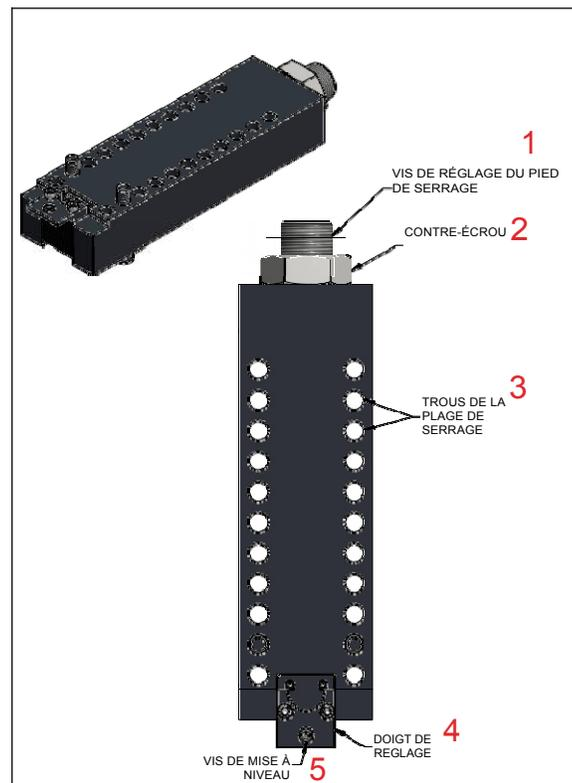

FIGURE 3-5. COMPOSANTS DES PIEDS DE SERRAGE DE LA FF2400
2. Si le diamètre de la pièce usinée est inférieur à 24,5 po (62,2 mm), attacher les pattes de fixation au pied de serrage comme indiqué à la Figure 3-5.